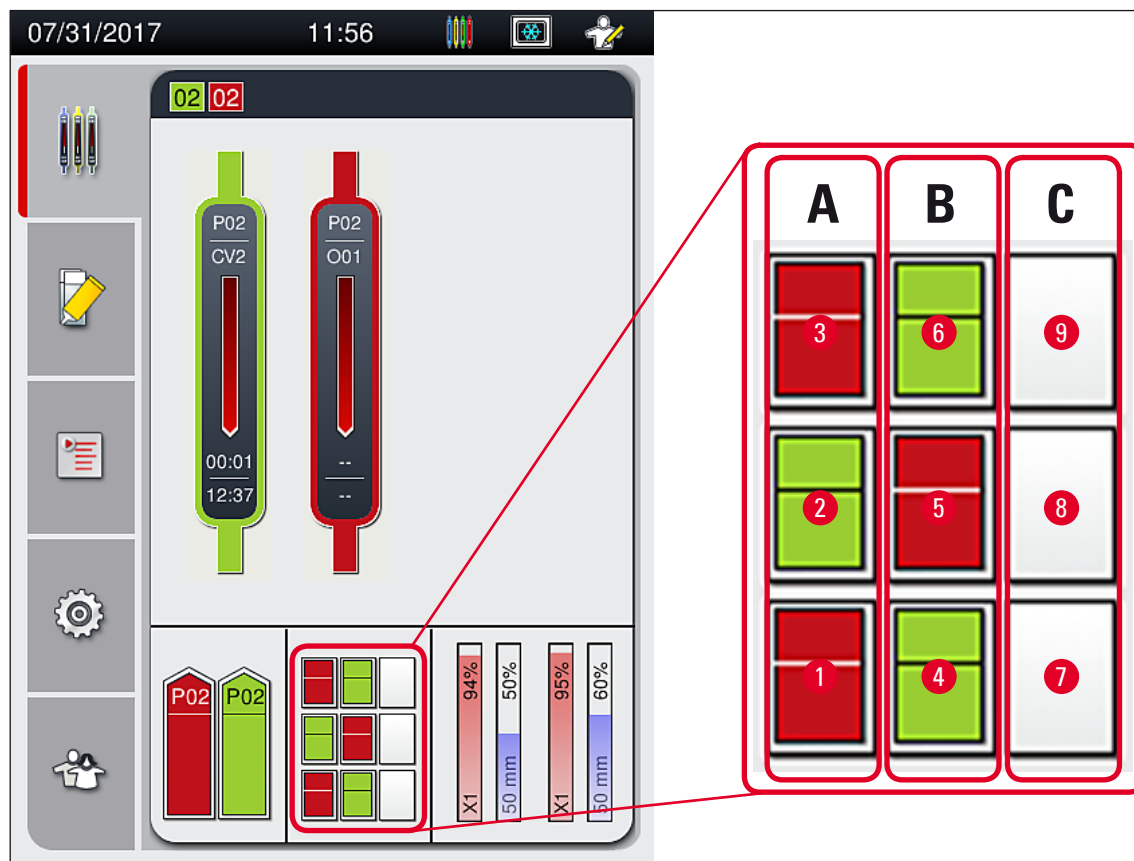

Fig. 75
- Utmatingskuffen kan holde opp til 9 stativer. Stativene plasseres i utmatingskuffen i sekvensen vist fra A1 til C9 (→ Fig. 75).